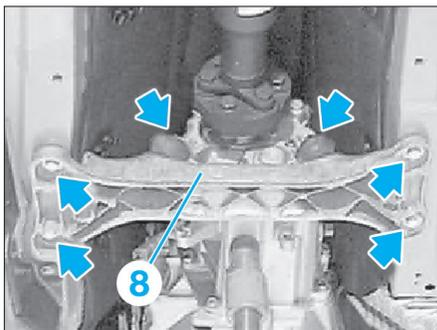

Fig. 8
- Déposer les vis et les écrous (flèches) (Fig.8).
- Déposer la traverse de soutien (8).